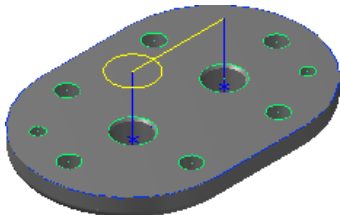

图 16.20 刀具路径
(3) 单击“2D 刀具路径—钻孔/全圆铣削 深孔钻-无啄孔”对话框中的**✓**按钮，完成加工参数的设置，此时系统将自动生成图 16.20 所示的刀具路径。